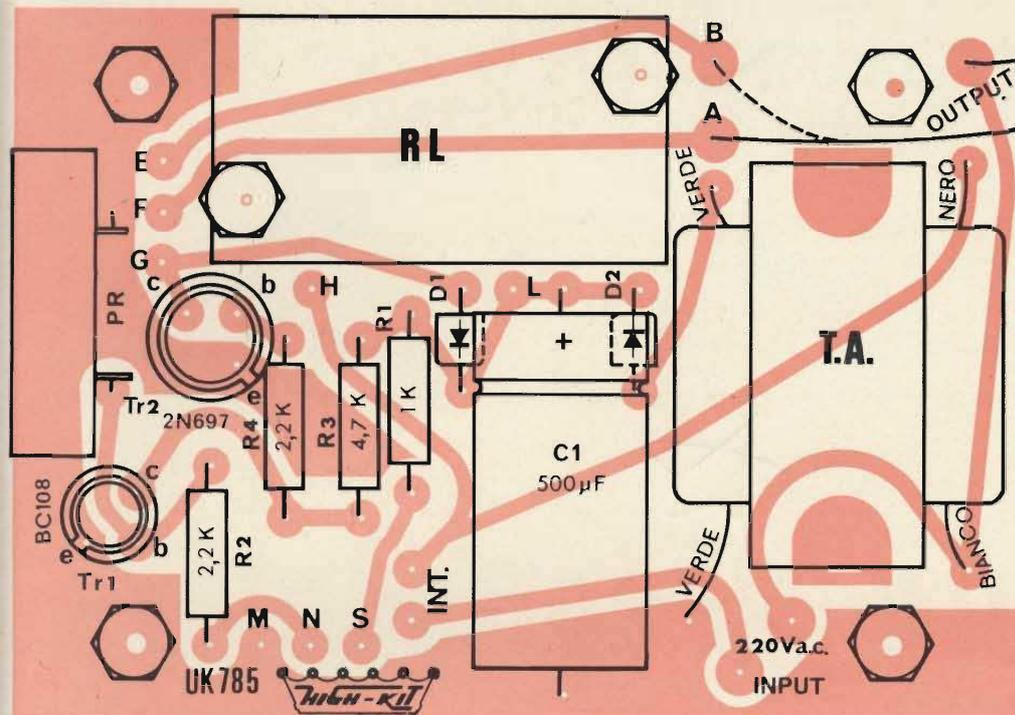

Fig. 2 - Disposizione dei componenti dell'interruttore crepuscolare sul circuito stampato.
In fig. 2 al fine di facilitare l'esecuzione dell'intero cablaggio è riportato un assieme di montaggio dei componenti con una vista serigrafica della basetta a circuito stampato.
tandone la giusta polarità come è chiaramente indicato in fig. 2.
- Collegare ai punti L e G (fig. 2) cm 5 di filo nero, al punto H cm 3 di filo verde, al punto F cm 5 di filo